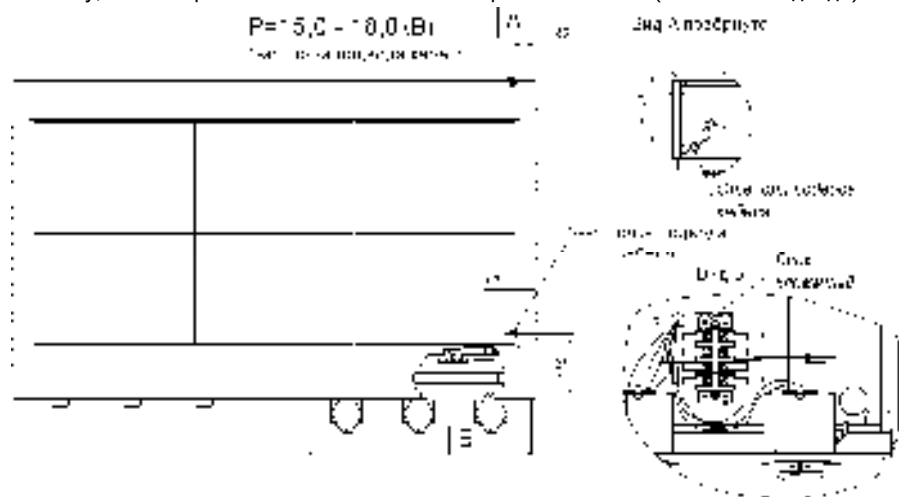

Рис.3
6.7 Рекомендуем, подвод электропитания к плите производить, скрытой в полу, трубной разводкой. Диаметр трубы – не менее 1/2" (Ø=22мм), высота от уровня пола не более 500мм (см. рис.3). Электропровода, заводимые в плиту, до клеммной колодки, должны иметь термостойкую изоляцию, с температурой длительной эксплуатации не менее 150°C.